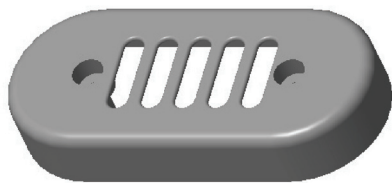

图 7-45 创建尺寸阵列
STEP 04 在“输入第一方向的阵列成员数”文本框中输入“5”，单击“完成”按钮 ，即可创建尺寸阵列，效果如图 7-45 所示。